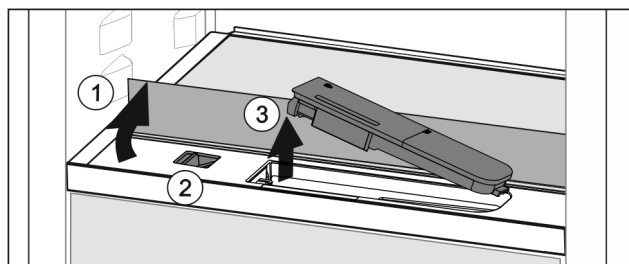

Fig. 45
- ▶ Skleněnou desku nadzvedněte a zaklapněte dozadu až na doraz Fig. 45 (1).
- ▶ Posuvník Fig. 45 (2) posuňte doleva.
- ▶ Vyměňte nádržku na vodu Fig. 45 (3).